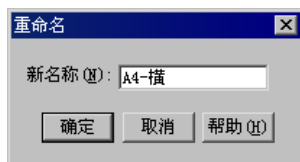

图 11.5.3 “重命名”对话框
Step4. 重命名背景图纸页。在 **背景1** 标签上右击，系统弹出图 11.5.3 所示的“重命名”对话框。然后在 **新名称(N):** 文本框中输入“A4-横”，单击 **确定** 按钮。